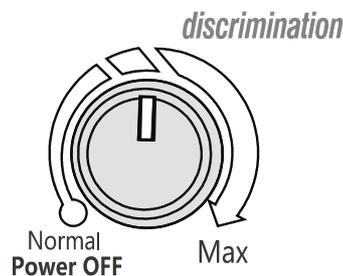

Abb. 15
- Stellen Sie den DISCRIMINATION-Regler auf die ungefähre Position von „12:00“ (Abb. 15). Führen Sie die Abgleichung durch, bis die Anzeige „0“ erscheint und ein Brummen zu hören ist.